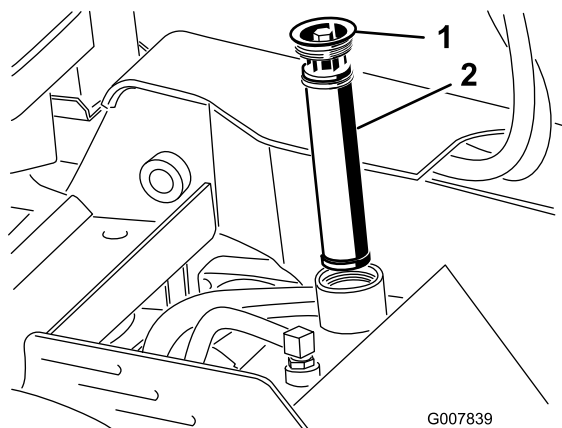

図 61
5. 油圧オイルタンクの注油口周辺とキャップをきれいに拭き、ソケットレンチで補給口からキャップとフィルタを外す **図 61**。